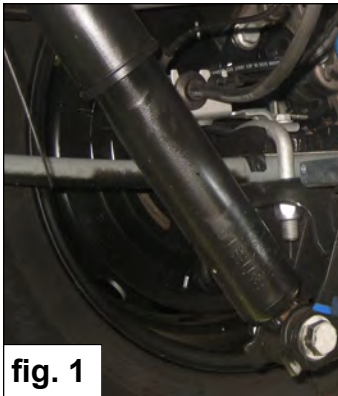

fig. 1
1. Demontieren Sie den untere Stoßdämpferbolzen und heben Sie das Fahrzeug an. Siehe Abb. 1.
1. Démontez le boulon inférieur de l'amortisseur et soulevez le véhicule hors des ressorts. Voir figure 1.